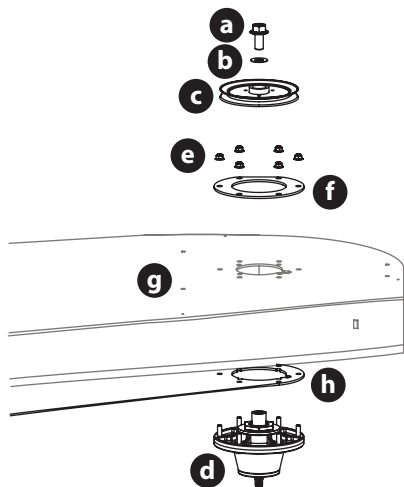
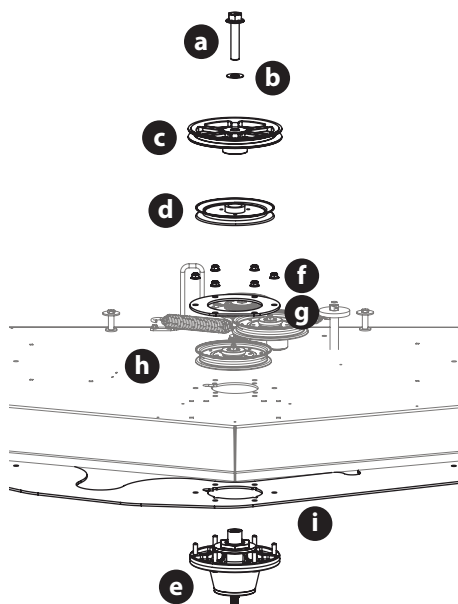

Fig. 67
Fig. 68
6. Retirez les boulons à bride hexagonale (a) et les rondelles plates (b) qui fixent les poulies de l'axe gauche et droit (c) à l'ensemble de l'axe (d) (Fig. 67).
7. Retirez les 6 contre-écrous à collerette (e) qui fixent les ensembles de broches gauche et droite (d) et les plaques de support (f) à la coque du plateau de coupe (g) (Fig. 67).
NOTE : Il n'est pas nécessaire de retirer la plaque de support du plateau de coupe (h), sauf si les trois broches sont remplacées (Fig. 67).
8. Retirez le boulon à bride hexagonale (a) et la rondelle plate (b) qui fixent la poulie d'entraînement (c) et la poulie de l'axe central (d) à l'ensemble de l'axe (e) (Fig. 68).
9. Retirez les 6 contre-écrous à collerette (f) qui fixent la poulie de l'axe central (d), l'ensemble de l'axe (e) et les plaques de support (g) à la coque du plateau de coupe (h) (Fig. 68).
NOTE : il n'est pas nécessaire de retirer la plaque de support du plateau de coupe (i), sauf si les trois broches sont remplacées (Fig. 68).
10. Inversez le processus pour installer l'ensemble de la broche. Lors de l'installation de la nouvelle broche, veillez à ce que la quincaillerie soit installée correctement (Fig. 67 et l'Fig. 68). Serrez les boulons hexagonaux de la bride à 250 po-lb (339 N-m) et les écrous de blocage de la bride de 21 à 32 pi-lb (28 à 43 N-m).